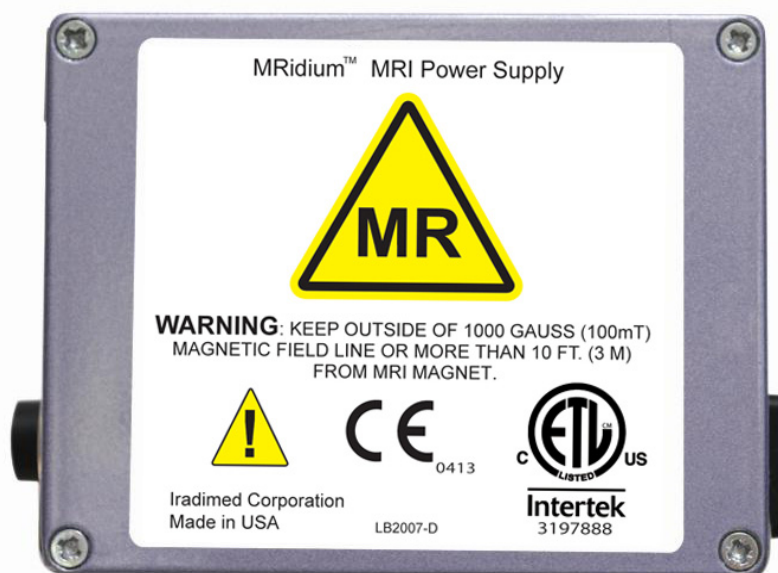

Figure 1-4. Dispositif d'alimentation pour IRM modèle 1120
1.1.4 Dispositif d'alimentation pour IRM 1120. **Voir figure 1-4** pour des informations sur le dispositif d'alimentation pour IRM de la pompe.